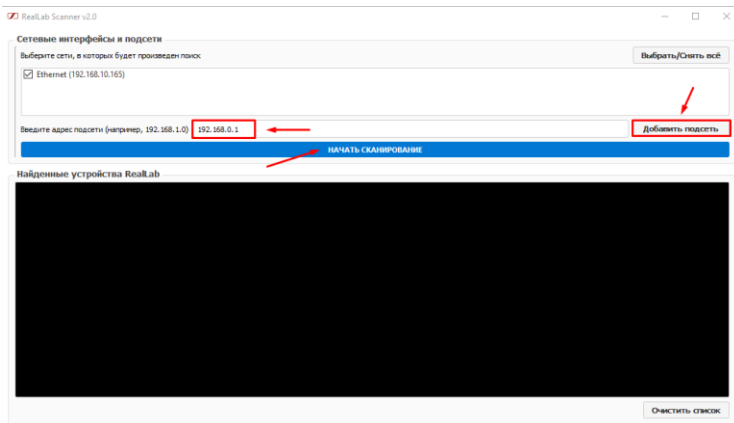

Рис. 5.5. Общий вид утилиты RealLab! Scanner v2.0
4. В верхней части окна утилиты выберите сетевые интерфейсы, через которые будет производиться поиск устройств (см. рис. 5.5). При необходимости укажите диапазон сканируемой подсети.